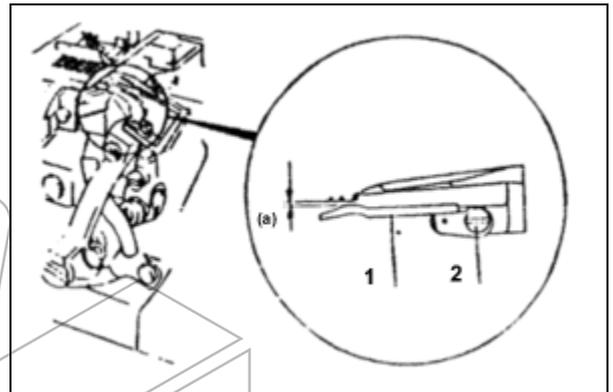

Fig. 31
Protetor Frontal - Quando o looper for do exato ponto da direita para o exato ponto da esquerda, ele passa atrás das agulhas, e o protetor frontal da agulha (1) está na frente das agulhas, à distância (a) será de 0,2 a 0,3 mm (fig. 31).